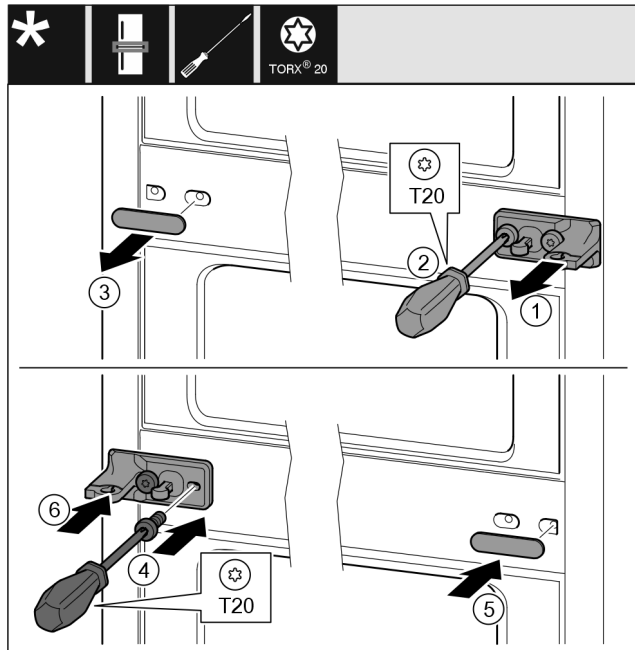

Fig. 13
- ▶ Træk skiven Fig. 13 (1) af.
- ▶ Skru skrue Fig. 13 (2) ud med en skruetrækker.
- ▶ Træk forsigtigt afdækningen Fig. 13 (3) af.
- ▶ Skru hængslet med folie Fig. 13 (4) fast på den anden side, drejet 180°.
- ▶ Påsæt afdækningen Fig. 13 (5) på den anden side, drejet 180°.
- ▶ Skub skiven Fig. 13 (6) på for forsiden.